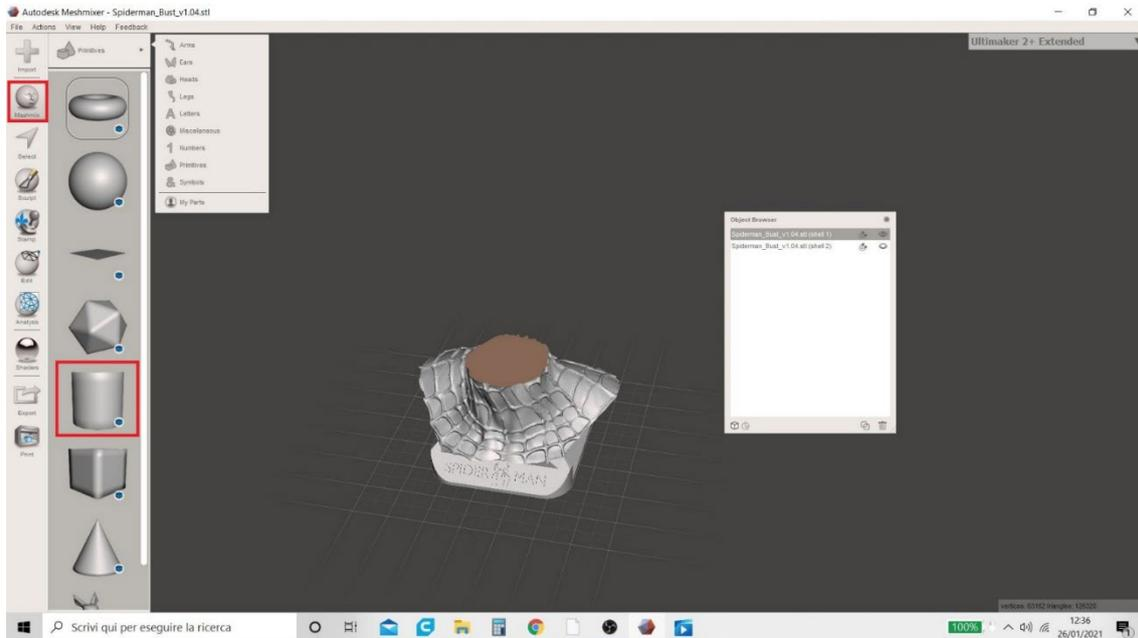

Figura 9 Meshmixer
2. Primero hace visible el modelo "Shell 1" y oculta el modelo "Shell 2". En el menú "Meshmix", seleccione la geometría en forma de cilindro (definida como "Pivote" - Figura 9 Meshmixer)) y arrastre esta geometría en el modelo con el ratón. El software permite escalar (tanto como diámetro base como altura) el Pivote y moverlo al punto correcto.